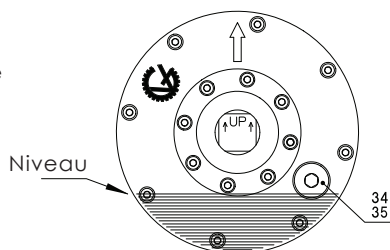

Fig. 3b
5. Rellene el mototambor con el tipo y la cantidad recomendada de aceite. La hendidura con forma de flecha situada en la tapa del mototambor donde se encuentra el tapón debe apuntar hacia arriba para comprobar que el nivel de aceite es el correcto. Con la flecha marcando las 12 en punto el aceite debería 'llorar' por el agujero del tapón de llenado (Fig. 3b).